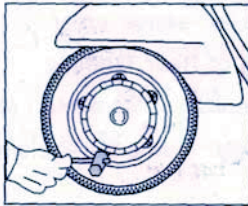

Fig. 37
- 2.2.2 Rimuovere i cinque dadi che fissano la ruota al mozzo utilizzando la chiave a tubo del kit utensili (Fig. 37). Mentre si svitano i dadi, mantenere la ruota con una mano.